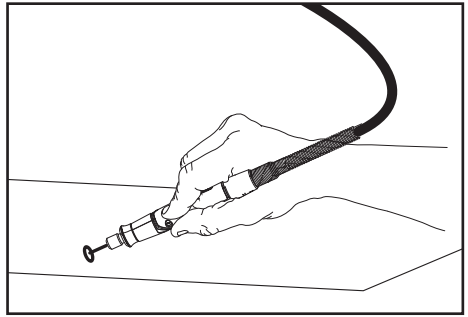

FIG.9
9.7 OPERATING THE ENGRAVER/ GRINDER – FIG.9